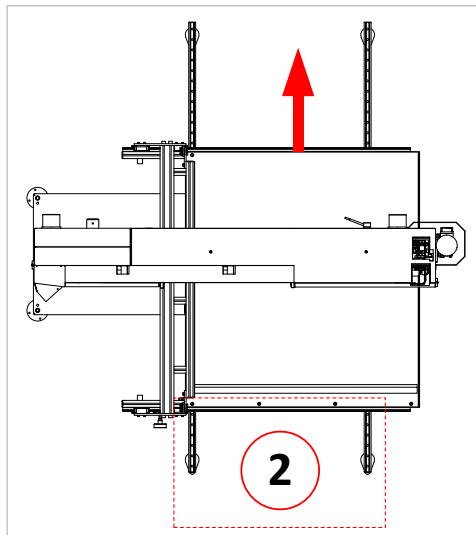

Figure 9 : placer la table (à gauche) vers l'arrière
1. Desserrer les deux leviers de serrage (H) qui se trouvent à gauche et à droite sous le plateau de table.
2. Pour permettre l'accès pour le montage, la table coulissante gauche doit d'abord être complètement poussée vers l'arrière (voir sens de la flèche dans ⇨ Figure 9).
3. Resserrez les deux leviers de serrage (H) pour fixer la table en position de fin de course arrière.